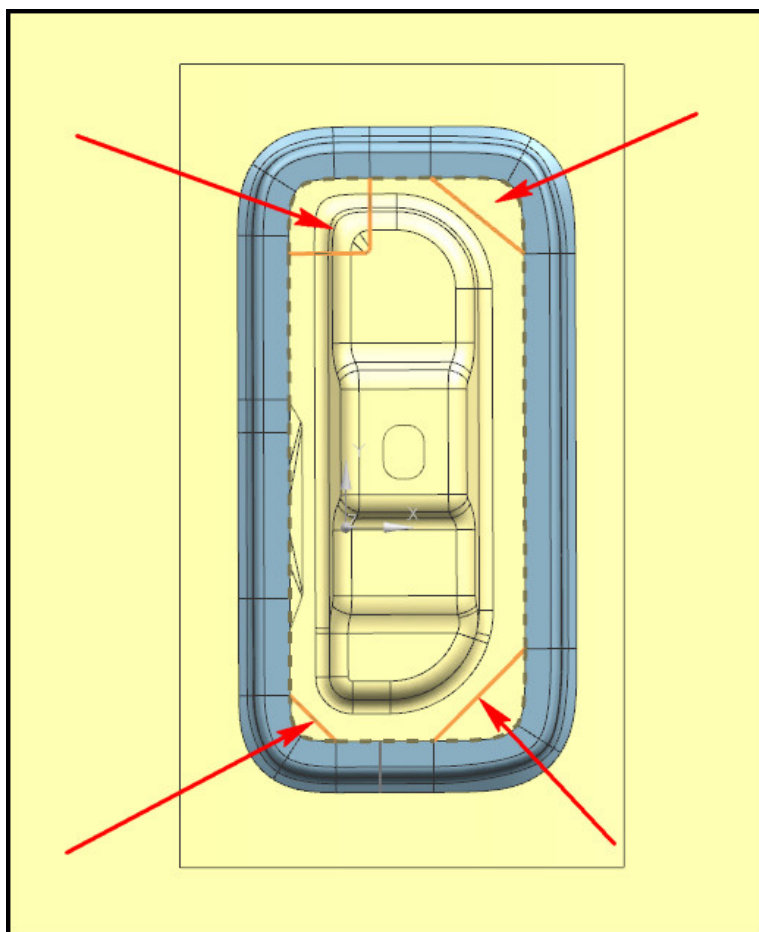

Рис. 7.25. Зоны для первой обрезки
Необходимо задать контур обрезки на данной операции. Деталь сложно получить за одну операцию, поэтому на первой обрезке будет удаляться контур, указанный красными стрелками на рис. 7.25. Поскольку линия реза располагается на горизонтальной поверхности, направление инструмента обрезки будет совпадать с движением ползуна.
- Нажмите кнопку **Границы обрезки** и задайте ребра, указанные на рис. 7.25.